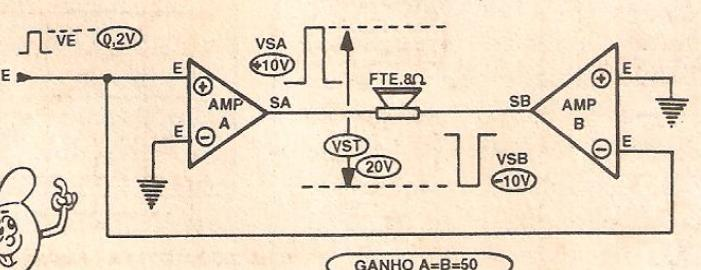

FIG. 13
- FIG. 13 - COMO FUNCIONA UMA ‘PONTE’ AMPLIFICADORA... - Para entender direitinho esse negócio de ‘ponte’, é fundamental que o Leitor/“Aluno” tenha compreendido bem os principios aplicativos dos Amplificadores Operacionais, vistos sob o exemplo